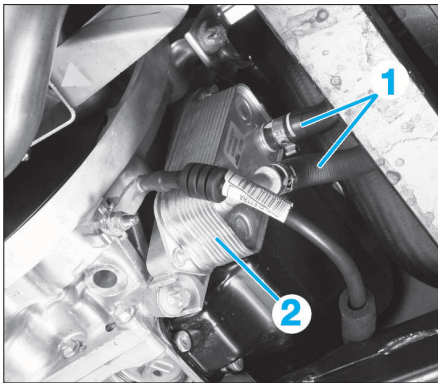

FIG. 2
- Retirer les durits (1) du radiateur d'huile (2) de transmission automatique (Fig.2).